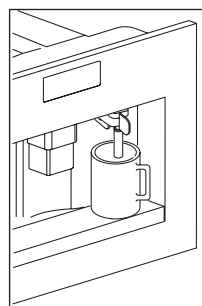

Рис. 12
- ▶ Поставьте чашку под краник выдачи кипятка (Рис. 12). (Если краник выдачи кипятка не установлен, на дисплее прибора появится сообщение INSERT WATER SPOUT (ВСТАВЬТЕ КРАНИК ВЫДАЧИ КИПЯТКА).